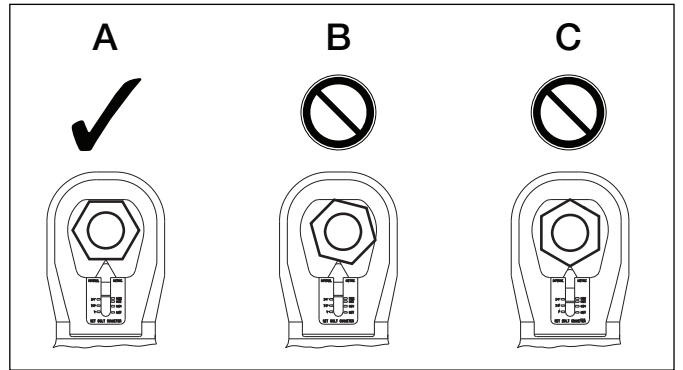

图 8, 定位切割头
6. 将切割头定位在螺母上方, 确保刀片的平面靠在螺母的其中一个平面上。将螺母定位在切割头内的居中位置, 以便刀片从螺母平面的中心切割。请参阅图 8 的视图 “A”。